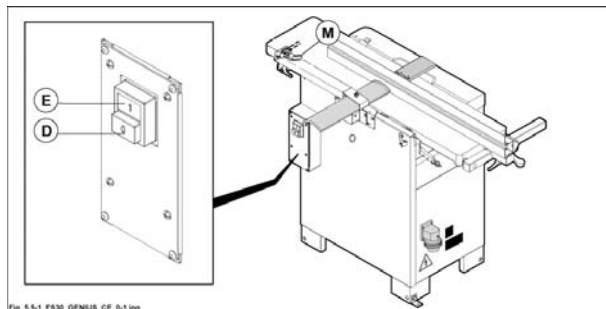

Fig. 5.5.1
- Verificare la perfetta chiusura dei piani a filo e bloccarli con l'apposita maniglia (M fig. 5.5-1).
- Premere il pulsante (E fig. 5.5-1).
- Premere il pulsante (D fig. 5.5-1).